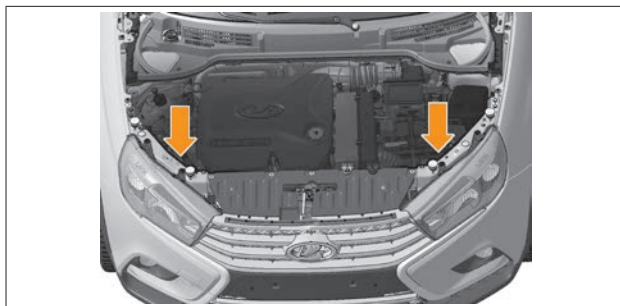

Рис. 12. Место доступа для замены ламп
**В варианте исполнения** люк в щитке переднего крыла отсутствует и доступ для замены ламп осуществляется через моторный отсек (см. рис. 12). При необходимости, процедуру замены лампы уточняйте у дилера.